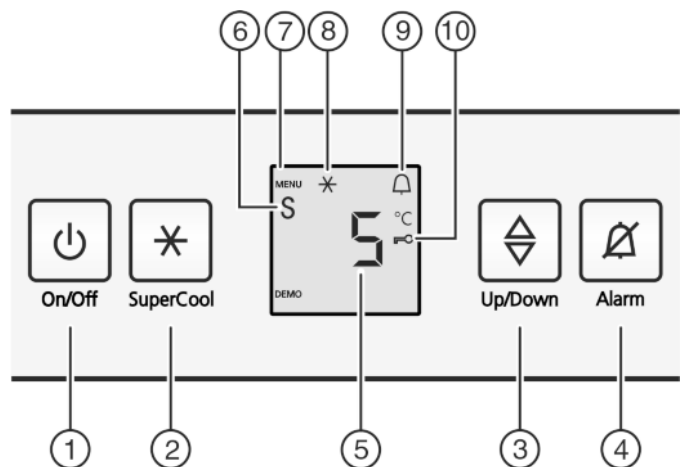

Fig. 2
- ▶ Appuyez sur la touche marche/arrêt Fig. 2 (1).
- ▶ Activer le mode de réglage : appuyer env. 5 sec. sur la touche SuperCool Fig. 2 (2).
- ▷ Le symbole Menu Fig. 2 (7) est allumé.
- ▶ Sélectionner **c** avec la touche de réglage Fig. 2 (3).
- ▶ Pour confirmer, appuyer brièvement sur la touche SuperCool Fig. 2 (2).
- ▶ appuyer brièvement sur la touche SuperCool Fig. 2 (2) pour activer la sécurité enfants.
- ▷ Le symbole Sécurité enfants Fig. 2 (10) est allumé. L'affichage **c** clignote.
- ▶ appuyer brièvement sur la touche SuperCool Fig. 2 (2) pour désactiver la sécurité enfants.
- ▷ Le symbole Sécurité enfants Fig. 2 (10) s'éteint. L'affichage **c** clignote.
- ▶ Désactiver le mode de réglage : appuyer sur la touche On/Off Fig. 2 (1).
- ▶ Appuyer sur la touche Alarme Fig. 2 (4).
- ▶ Activer le mode de réglage : appuyer env. 5 secondes sur la touche SuperCool Fig. 2 (2).
- ▶ Pour appeler la fonction Mode Sabbath, appuyer brièvement sur la touche SuperCool Fig. 2 (2).
- ▶ **Pour activer** le mode Sabbath, appuyer brièvement sur la touche SuperCool Fig. 2 (2).
- ▶ **Pour désactiver** le mode Sabbath, appuyer brièvement sur la touche SuperCool Fig. 2 (2).
- ▷ L'affichage de la température indique le symbole mode Sabbat tant que le mode Sabbat *Fig. 2 (6)* est activé.